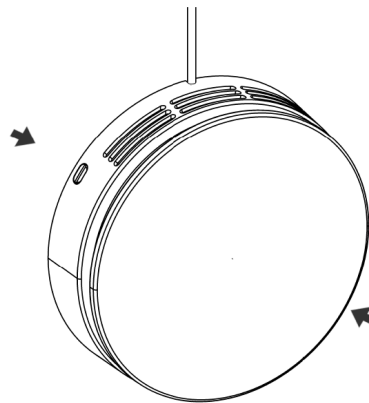

Abbildung 14 - Drücken der Schnappverschlüsse
2. Die Schnappverschlüsse drücken, sodass sie sich öffnen, siehe nachstehende Abbildung 14 unten.